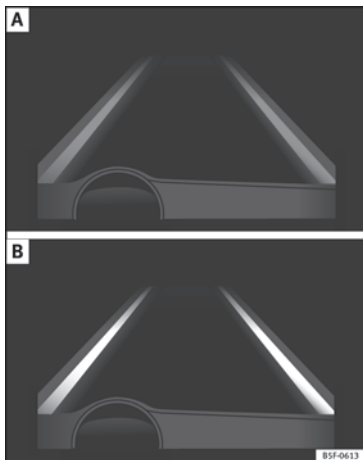

Fig. 189 No ecrã do painel de instrumentos: Indicação no ecrã do sistema de aviso de saída da via de circulação (exemplo 1).
- O sistema está ativado, mas não está disponível, quer por ter alcançado a velocidade mínima ou por não reconhecer as linhas da via de circulação » **Fig. 189 A**.
lação. Neste momento não está a corrigir a trajetória » **Fig. 189 B**.